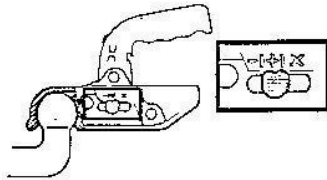

Fig. 2
5. Cuando la conexión es correcta, el indicador esta en marca "+" (Fig.2).